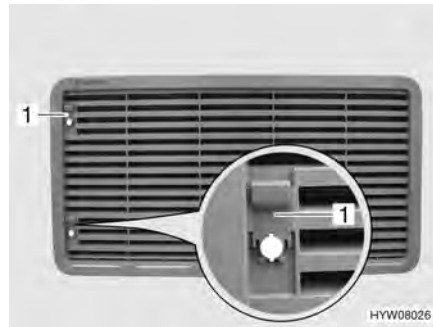

Fig. 140 Grille d'aération du réfrigérateur (avec curseur)
- Pousser le curseur (Fig. 140,1) vers le haut.